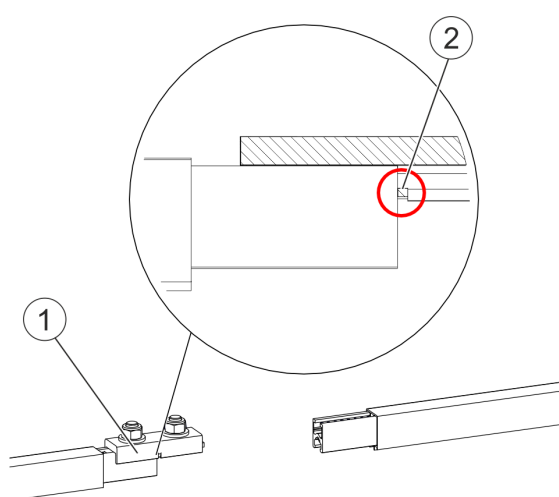
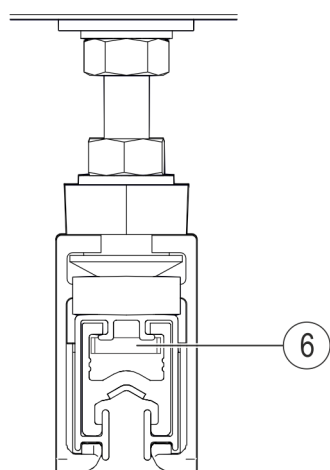

Abb. 76: Verbinder bis zur Kerbe auf das erste Stromschieneende schieben
Abb. 82: Spannblech (Pos. 6) des Verbinders liegt im Hohlprofil der Schiene
- Den Verbinder (Pos. 1) bis zur Kerbe (Pos. 2) auf das erste Stromschieneende schieben (siehe Abb. 76). Ein Spalt von 2 bis max. 3 mm zwischen den Schienenenden ist funktionsbedingt notwendig. Das Spannblech (Pos. 6, siehe Abb. 82) muss dabei im Hohlprofil der Stromschiene liegen.